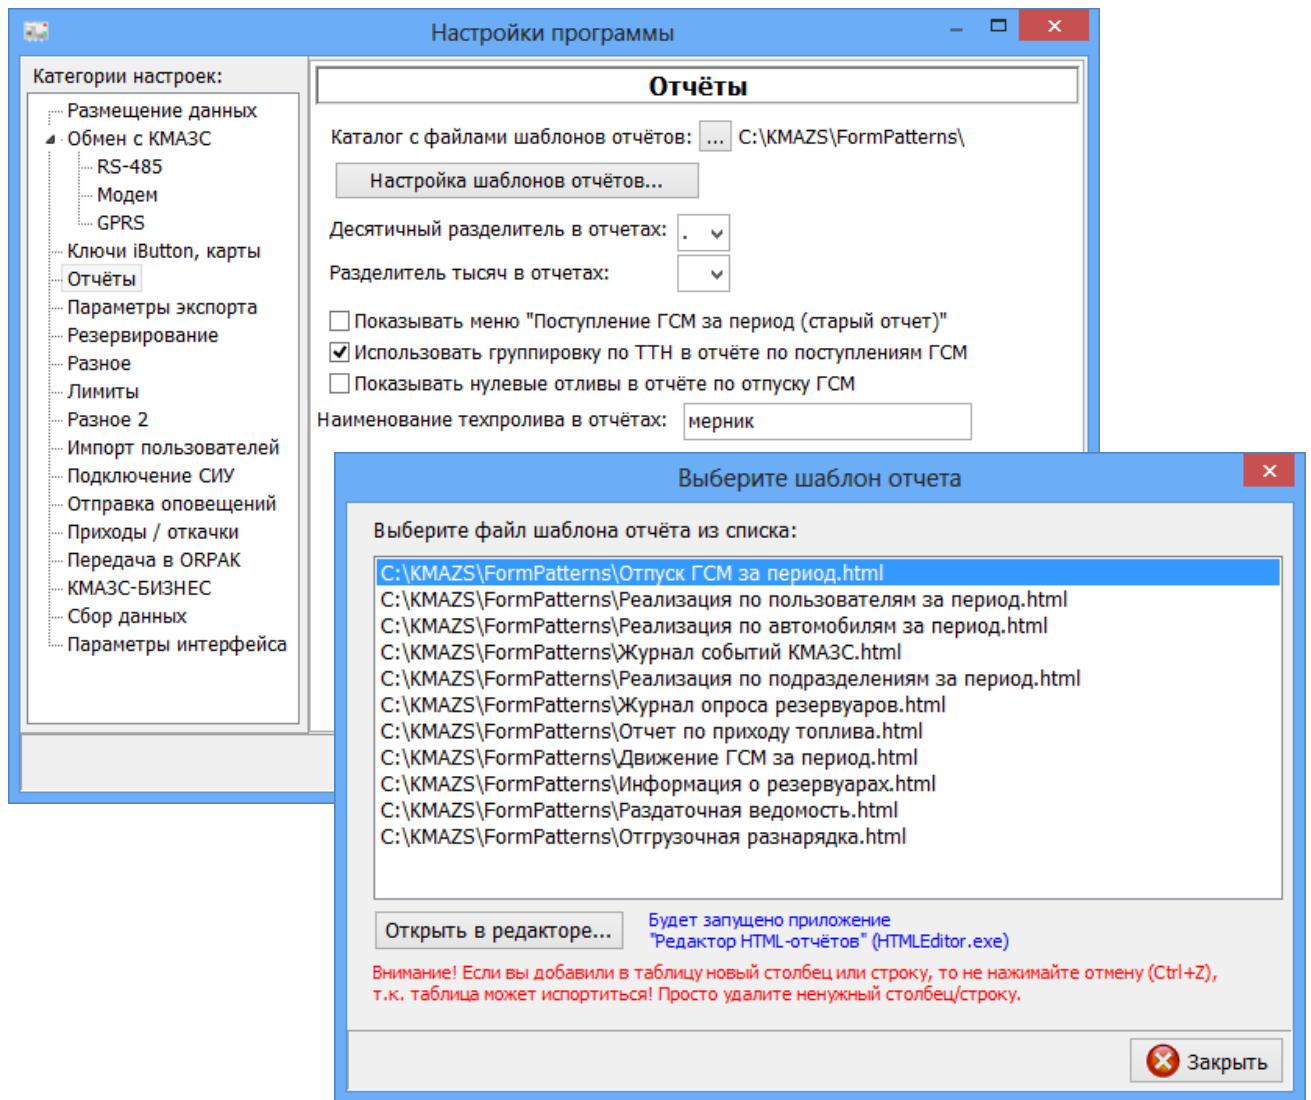

Рис. 30
В меню Настройки\Настройки программы\Отчеты (рис.30) задаются настройки отчетов.
Для изменения шаблона отчета нажмите кнопку «Настройка шаблонов отчетов...», в открывшемся окне (рис.30) выберите нужный шаблон и нажмите кнопку «Открыть в редакторе». Откроется HTML редактор, в котором можно изменить форму отчета (добавить или удалить столбцы, строки и переменные).
В меню Настройки\Настройки программы\Параметры экспорта (рис.30а) задаются настройки для формирования DBF-файлов (отчет «Экспорт отливов за период (1С,Excel)»). Описание полей созданного файла «Экспорт отливов за период» см рис.30б.
Для настройки автоматической выгрузки отливов в формате XML в заданный каталог, в указанный период нажмите кнопку «Дополнительные настройки экспорта...». В открывшемся окне включите настройку «Автоматически формировать и выгружать отчеты 1,11,21 числа» (рис.30а). Задайте следующие параметры:
Рис.30а
На закладке «Наименования файлов» дана расшифровка символов подстановки в маске названия файла экспорта(рис.30б).
Рис.30в
Расшифровка полей DBF-файла выгрузки отливов приведен в окне «Поля для выгрузки в DBF-файлы» (в строке «Экспорт отливов» нажмите кнопку «Поля...» рис.30в).
Для взаимодействия с 1С в меню Настройки\Настройки программы\Импорт пользователей (рис.30г) задайте следующие настройки для импорта пользователей:
1. Создайте каталог для обмена с 1С (например, c:\КМАЗС\Каталог_обмена_1С) и выберите его в окне рис.30г;
4. Прежде чем включать автоматическую проверку, выполните установку кодов синхронизации, нажмите на кнопку «Выполнить установку кодов синхронизации» (рис.30д). В открывшемся окне выберите созданный вами файл пользователей users.dbf (на основе пустого DBF-файла). Слева — записи из базы данных, справа - записи из файла users.dbf. Можно заполнить коды синхронизации автоматически, нажав соответствующую кнопку, или вручную, выбрав одного и того же пользователя справа и слева и нажав кнопку «Копировать код синхронизации». Для сохранения изменений нажмите «Ок».
6. Можно восстановить пользователей из файла (рис.30г).
Приведен пример выполнения обработки DBF-файла вручную и пример окна ручного импорта (рис.30д). Перед экспериментами лучше делать резервную копию базы данных.
Рис.30г
Рис.30д
3. В окне «Передача в ORPAK» (меню Настройки\Настройки программы\Передача в ORPAK (рис.30е)) необходимо задать настройку «Автоматически передавать данные об отливах на сервер ORPAK». Настройки в поле «Информация о сервере» (Хост, Порт, Обработчик запросов) заданы по умолчанию (их изменять не надо). Настройки в поле «Данные авторизации» (Логин, Пароль, Код офиса) необходимо запросить у дилеров RGR auto LTD. Задайте дату, с которой будут учитываться произведенные отливы. Для проверки связи с офисом «Site_code» нажмите кнопку «Проверка связи».
Рис.30е
Механизм просмотра состояния ТРК и резервуаров на экране оператора работает только для вида связи RS-485. Для включения данного механизма перейдите в окно «Настройки программы\Параметры интерфейса» и задайте следующие настройки (рис.30ж).
Рис.30ж
Для просмотра состояния ТРК и резервуаров на экране оператора выберите вкладку «Дополнительно», появится панель с тремя вкладками: состояние ТРК(рис.30з), состояние резервуаров и график опроса резервуаров(рис.30и).
Рис.30з
Рис.30и